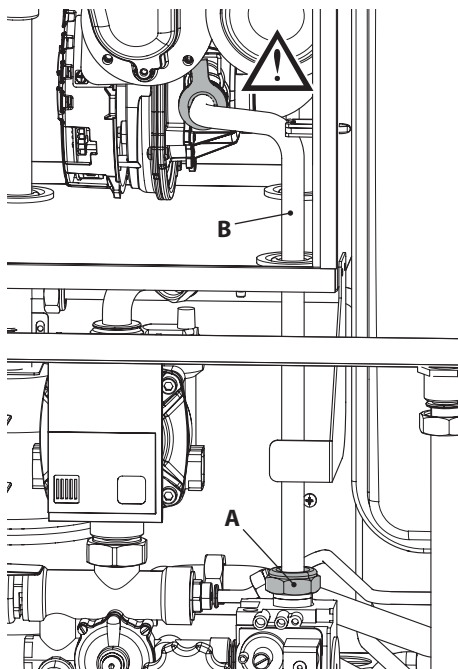

Figura 8.1
- Svitare il girello **B** ed estrarre il tubo del gas **B** (Figura 8.1).
Attenzione per rimontare eseguire le operazioni effettuate in senso inverso, stando attenti a non rovinare la guarnizione OR del tubo gas quando si inserisce il tubo nel mixer aria/gas ed eseguire la prova di tenuta gas dopo aver stretto il girello del tubo gas (Figura 8.1).